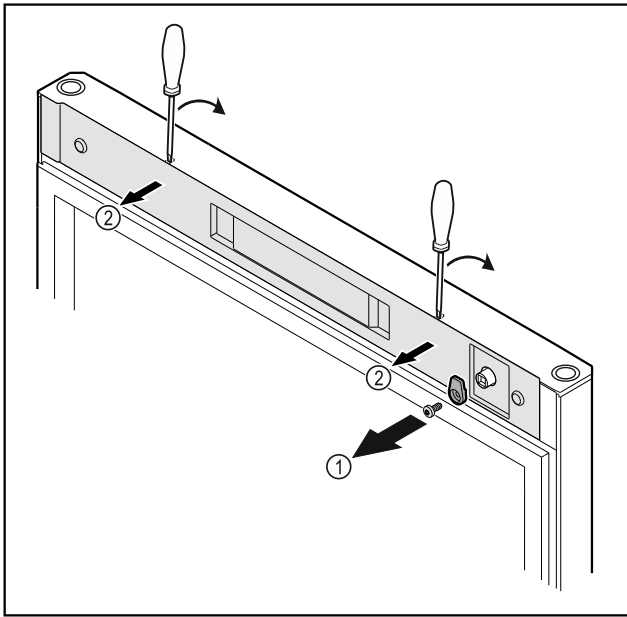

Fig. 21
- ▶ 拧下锁钩 Fig. 21 (1)。
- ▶ 使用小型螺丝刀松开并取下盖板 Fig. 21 (2)。